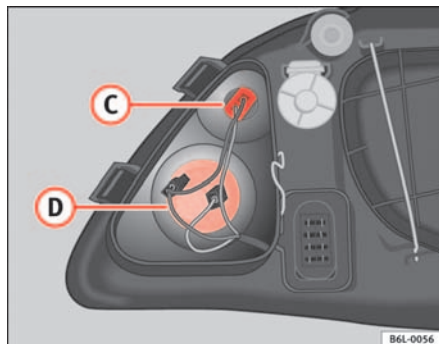

Fig. 149 Luz intermitente
- Gire hacia la izquierda el portalámparas y extráigalo de su alojamiento ⇒ fig. 149 (D).